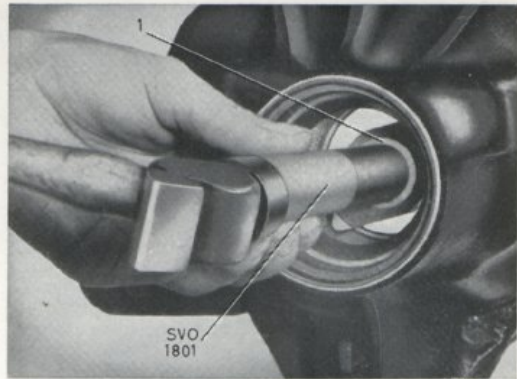

Bild 13. Demont. av lagerring.
10. Driv vid behov ut lagrens ytterringar, se bild 13. Använd standardskaft SVO 1801 och dorn SVO 4063 för främre och SVO 4064 för bakre ringen. Tag vara på justermellanläggen (30) under bakre ringen.